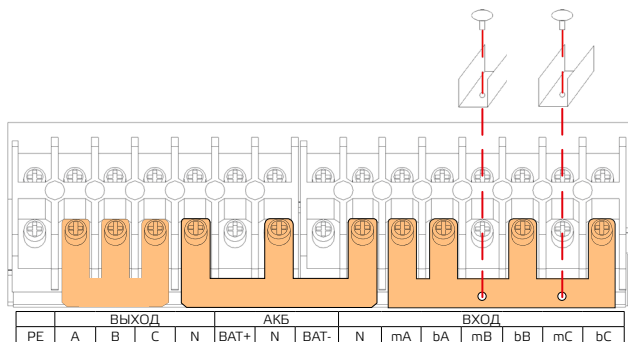

Рис. 3-25 10 кВА / 20 кВА Крепление изоляционной прокладки
- d. Установите изоляционную прокладку на медную шину # 2 и закрепите ее в соответствующем положении пластиковой заклепкой, как показано на рис. 3-25.
- с. Установите изоляционную прокладку на медную шину # 3 и закрепите ее в соответствующем положении пластиковой заклепкой, как показано на рис. 3-25.